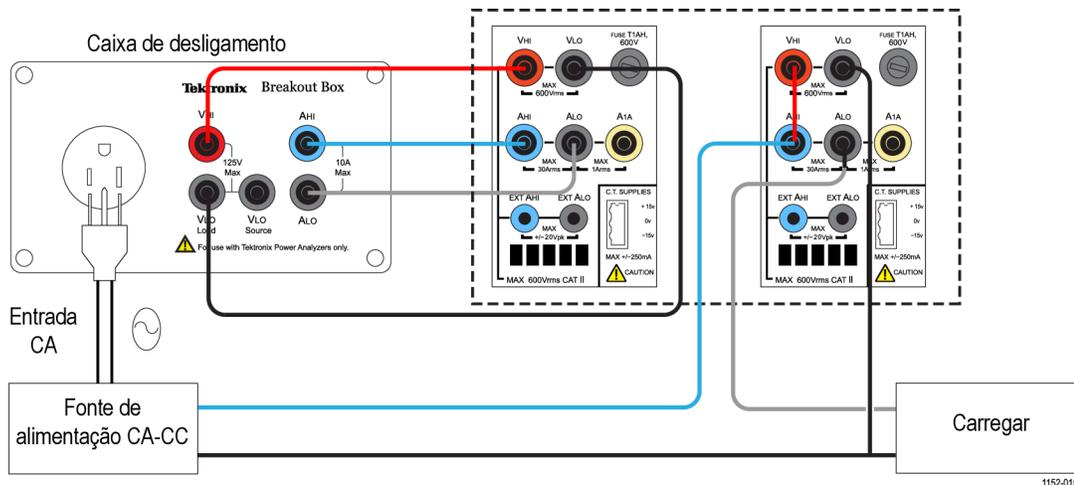

Figura 38: Diagrama de fiação para medição de eficiência de CA-CC
1. Conecte a entrada de CA do dispositivo em teste (DUT) ao primeiro canal do PA3000 usando uma Caixa de desligamento Tektronix (BB1000), conforme mostrado no diagrama de fiação. (Consulte a figura 38 na página 106.)